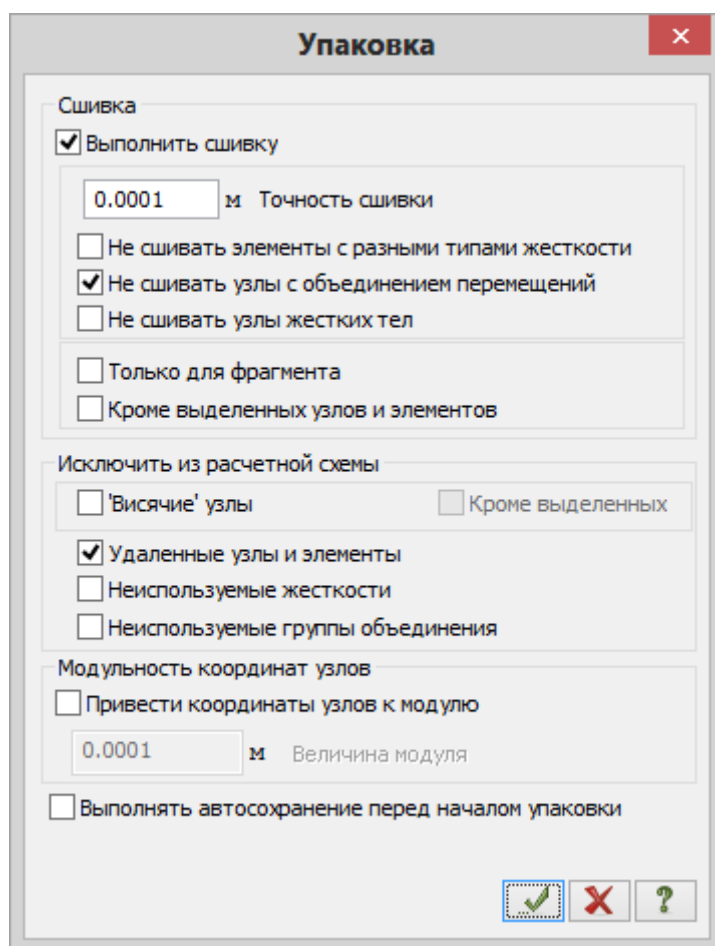

Рис.3.6. Диалоговое окно Упаковка
- Щелчком по кнопке  – **Упаковка схемы** (панель **Редактирование** на вкладке **Создание и редактирование**) вызовите диалоговое окно **Упаковка** (рис.3.6).